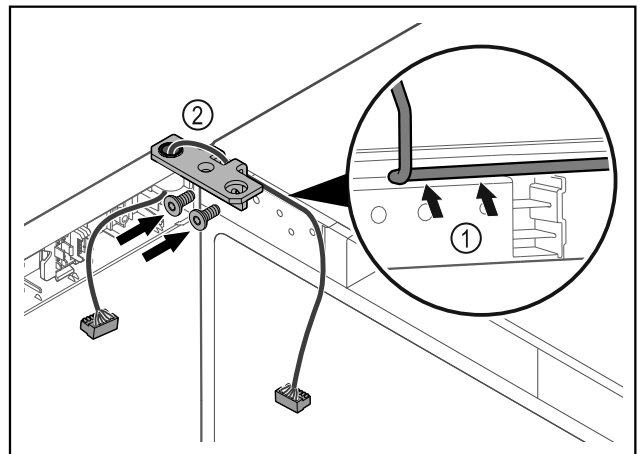

Fig. 41
- ▶ Kabel door de uitsparing van de scharnierhoek leiden en voorzichtig monteren Fig. 41 (1).
- ▶ Scharnierhoek Fig. 41 (2) vastschroeven.